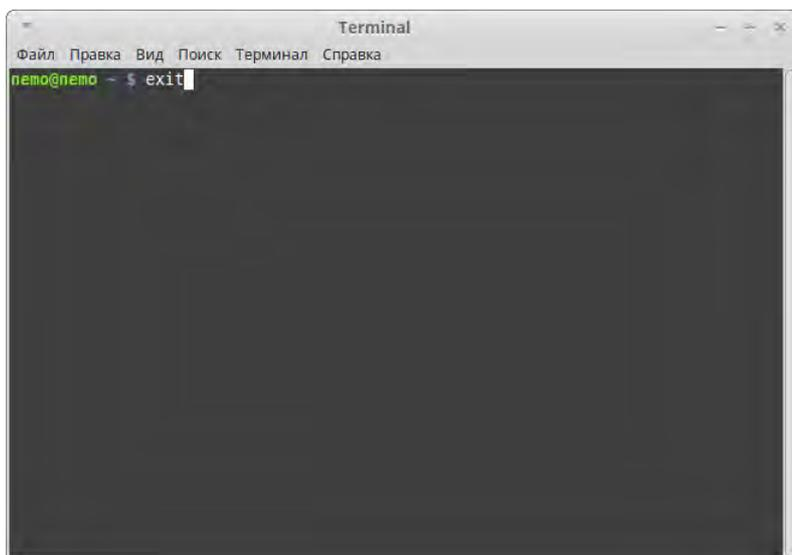

Рисунок 7. Ввод команды.
7.1.13. После проведения проверок, набрать в окне терминала команду «exit» (Рисунок 7) и нажать клавишу «Enter».